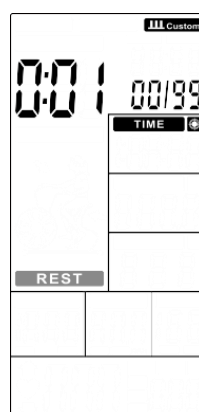

Abbildung 30
- ③ Die Zeit (TIME) leuchtet weiter, **REST** wird blinken. Drücken Sie UP/DOWN, um die Erholungszeit im Bereich 0:01 ~ 9:59 einzustellen (Abbildung 30). Drücken Sie ENTER, um die Einstellungen zu bestätigen. Ein Signal ertönt und dauert 1 Sekunde. Dann wird **INTERVAL CUSTOM** leuchten.